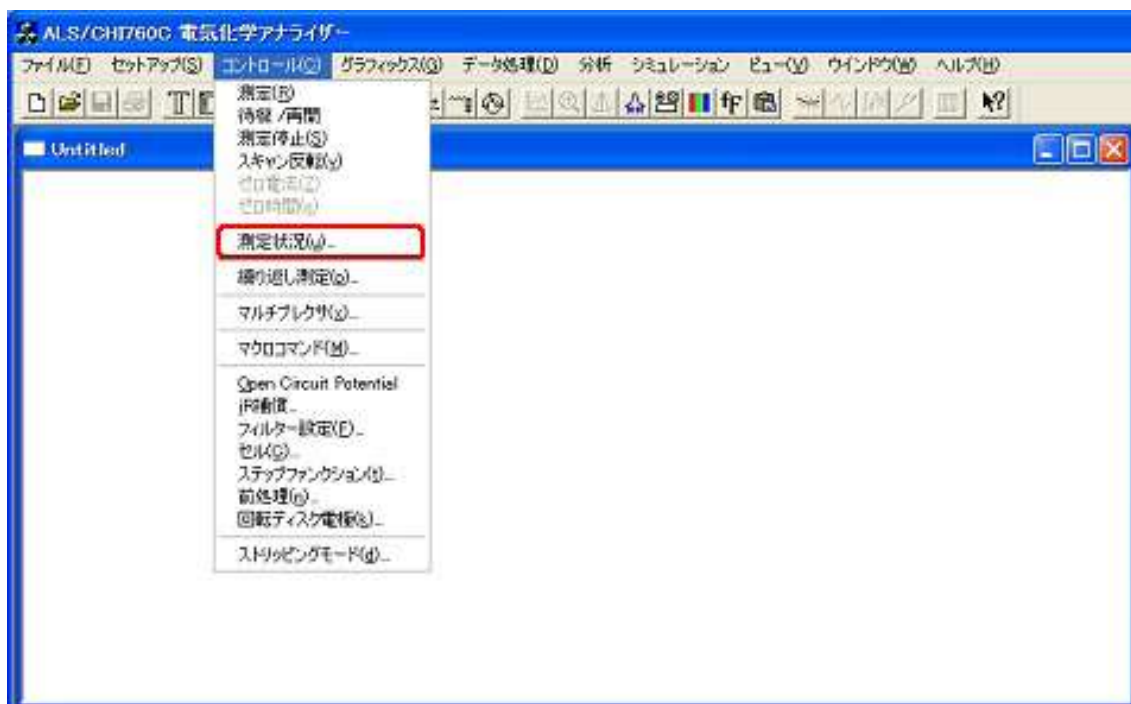

図 A-16-4. 測定状況ボックスを開く
2. 続いてメニューバーの、コントロール / 測定状況を選択します。(図 A-16-4)